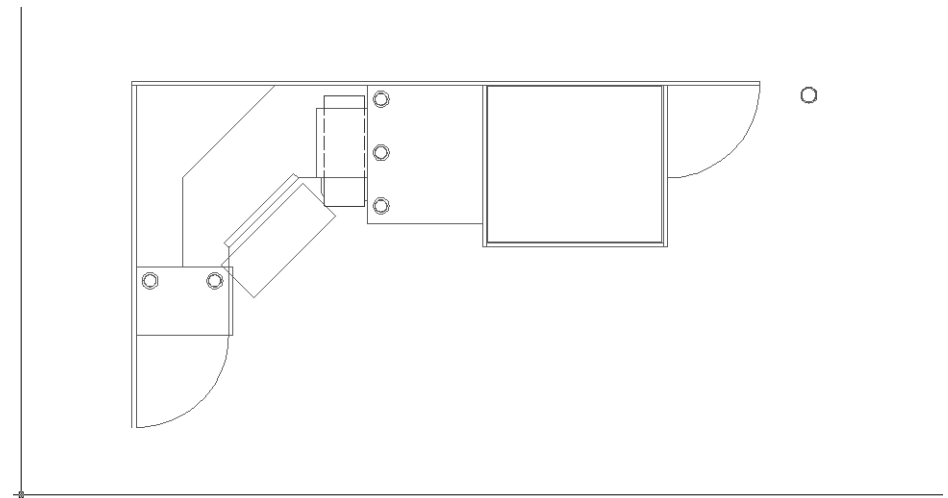

Рис. 6.28 ▼ Штрихи после настройки глобального масштабного коэффициента
3. Вид контура системного блока изменится, поскольку штрихи станут различимыми (рис. 6.28). Если вас не устраивает выбранный масштабный коэффициент, можете попробовать задать другое значение (например, 4, 4.5 или 5.5).